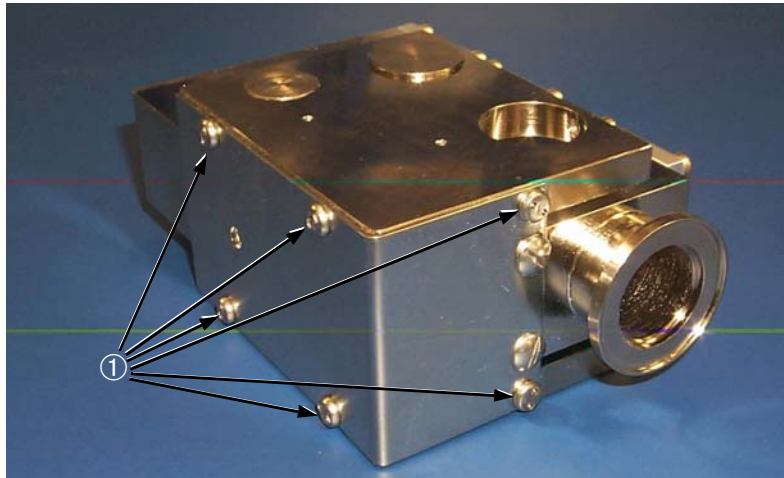

Figura 4-6 Tornillos de la Abrazadera del Cuerpo del Imán
No retire los 6 tornillos de la abrazadera del cuerpo del imán ① que se muestran en Figura 4-6 mientras someta a mantenimiento el tubo del espectrómetro.